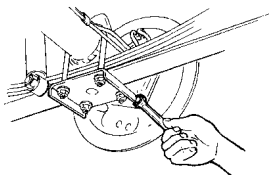

图 13-8
(11) 从后桥壳上拆下制动底板 4 个螺母及垫圈 (图 13-8)。